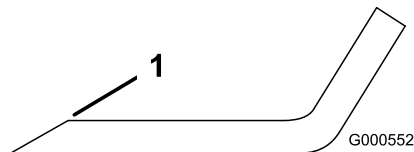

Figura 83
1. Utilice una lima para afilar el filo de corte en ambos extremos de la cuchilla (Figura 83).
Nota: Si la cuchilla no está equilibrada, rebaje algo el metal en la parte de la vela solamente (Figura 83).